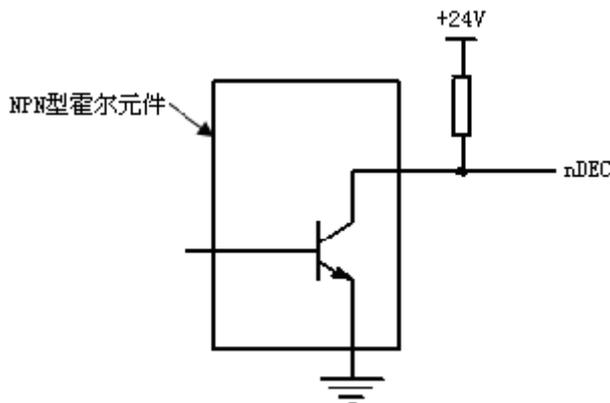

图 2-1-10 用 NPN 型霍尔元件的连接
② 用一个 NPN 型霍尔元件做减速信号时的连接方法如下图 2-1-10 所示: